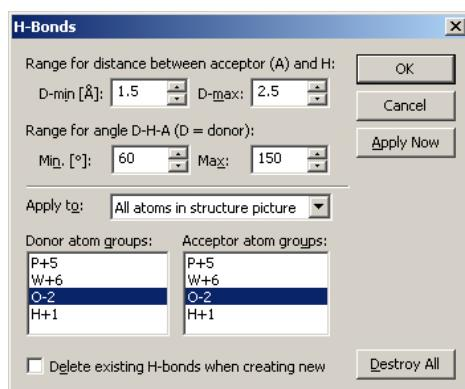

图47：结构图中生成氢键的判断标准。
当您观察结构的时候可能还会有一个问题：Keggin 离子和水分子键一定存在某种形式的成键作用……但是到底是什么？如果您稍有经验的话，一定会怀疑这两部分间一定存在所谓的“H bonds (氢键)”。为了便于观察，请在结构图中显示出这些氢键：从“构建 (Build)”菜单中选择“Create H-bonds... (创建氢键)”命令打开“H-Bonds (氢键)”对话框。在“H-Bonds (氢键)”对话框中您可以规定形成氢键的判断依据，参与形成氢键原子必须满足相应判据才能添加氢键，具体内容包括原子间距的最小值和最大值、氢键给体 (D)、氢原子和氢键受体 (A) 三者间角度的最小值和最大值以及能够作为氢键给体或受体的原子组等。请根据图 47 更改您的对话框设置然后点击“OK (确定)”。在结构图中氢键以虚线显示。现在您可以清楚地看到晶体结构的各部分及其中的水分子是如何通过氢键连接的。